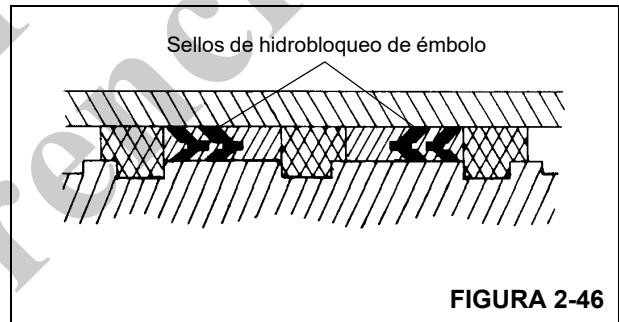

FIGURA 2-46
9. Instale los sellos de hidrobloqueo en el émbolo. Consulte la Figura 2-46 para la orientación correcta de los sellos.